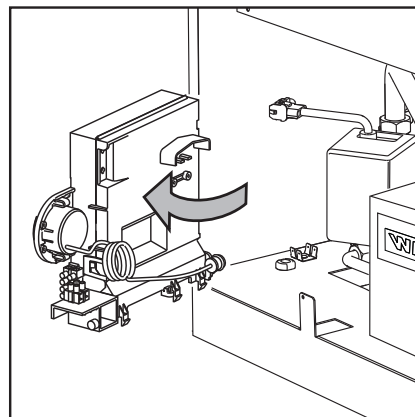

рис. 21
2. Открутите винт и поверните панель управления (см. рис. 21).